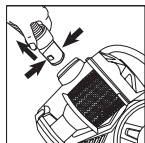

Рис. 1
- Вставьте наконечник (8) гибкого шланга (7) в воздухозаборное отверстие (10) до срабатывания фиксаторов (9) (рис. 1).
- Для снятия гибкого шланга (7) нажмите на фиксаторы (9) и выньте наконечник (8) из воздухозаборного отверстия (10).